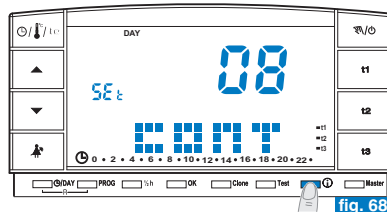

fig. 68
- Desde la pantalla anterior pulsar una vez la tecla **i**: en pantalla aparecerá el mensaje **CONT** y el valor de contraste activado, configuración de fábrica **08** (ejemplo fig. 68).